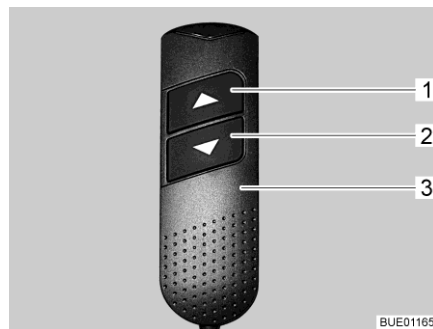

Fig. 110 Elemento di comando (letto basculante)
- Sull'elemento di regolazione (Fig. 110,3) premere contemporaneamente i due tasti freccia (Fig. 110,1 e 2) e tenerli premuti fino a quando il letto basculante non si è spostato completamente verso il basso. Una volta rilasciati i tasti viene emesso un segnale acustico di conferma.
- Sull'elemento di regolazione (Fig. 110,3) premere il tasto freccia inferiore (Fig. 110,2) e tenerlo premuto fino a quando il letto basculante non ha raggiunto la posizione finale in basso.
- Sull'elemento di regolazione (Fig. 110,3) premere il tasto freccia superiore (Fig. 110,1) e tenerlo premuto fino a quando il letto basculante non ha raggiunto la posizione finale in alto.
- Portare leggermente il letto basculante con i tasti freccia (Fig. 110,1 o 2) nella direzione opposta.